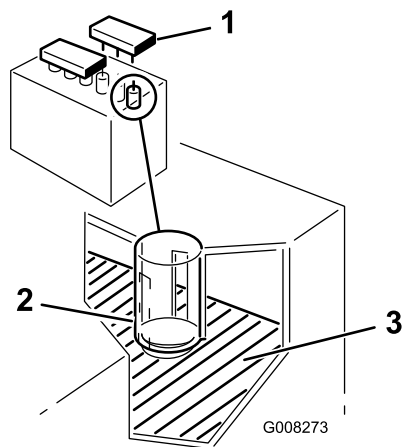

Figura 33
2. Togliete i tappi di riempimento. Se l'elettrolito non raggiunge la parte inferiore del tubo (Figura 33), aggiungete la quantità necessaria di acqua distillata; vedere Aggiunta di acqua alla batteria.
2. Togliete i tappi di riempimento (Figura 33).
3. Versate lentamente dell'acqua distillata in ogni elemento della batteria, finché non raggiunge la parte inferiore del tubo (Figura 33).